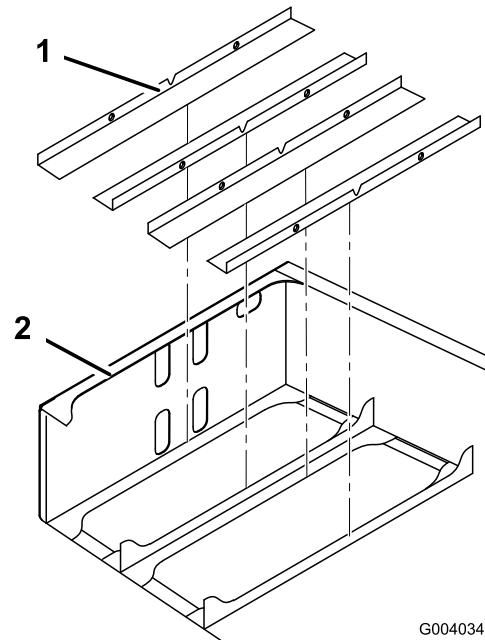

Figura 4
2. Instale las almohadillas de la bandeja de las baterías en el conjunto de bastidor trasero (Figura 4).